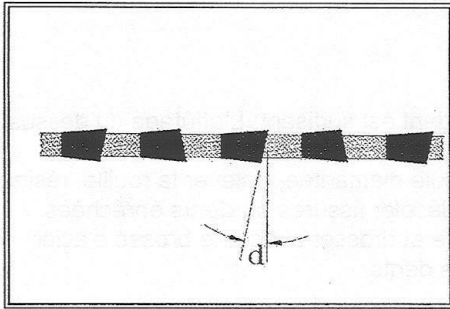

FIGURE 13
ANGLE DE DÉGAGEMENT FRONTAL (5° à 20°)(Fig.13)
- (a) mesurer l'angle de la face de la dent (Fig.13(d)),